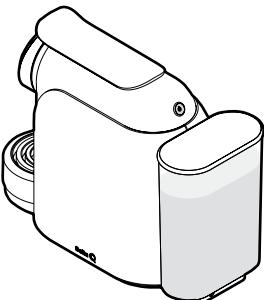

Abb. 4: Den Wassertank wieder in das Gerät einsetzen.
- Sollten Sie den Wassertank zum Füllen entnommen haben, setzen Sie ihn wieder in seine ursprüngliche Position und überprüfen Sie, ob er richtig eingesetzt ist (siehe **Abb. 4**).
Füllen Sie den Wassertank anschließend mit etwa 1 l Wasser (siehe **Abb. 4**).
Sollten Sie den Wassertank zum Füllen entnommen haben, setzen Sie ihn wieder in seine ursprüngliche Position und überprüfen Sie, ob er richtig eingesetzt ist (siehe **Abb. 4**).